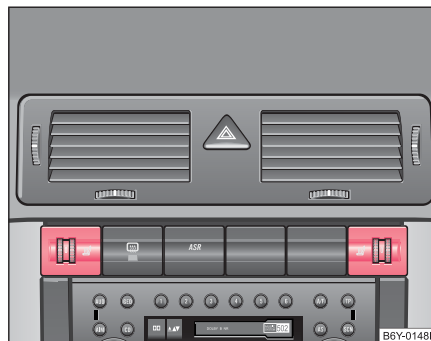

Fig. 47 Tableau de
- En tournant le bouton rotatif correspondant ⇒ page 68, fig. 47, vous pouvez enclencher et réguler le chauffage du siège du conducteur ou du passager avant.